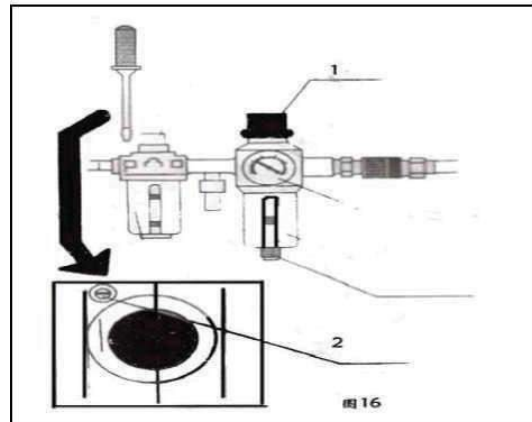

Рис. 4-20
- регулировка давления (рис. 4-20): поднимите кнопку регулировки давления (1), поверните ее по часовой стрелке для увеличения давления, поверните ее против часовой стрелки для понижения давления.
- регулировка подачи масла: отверткой подкручивая винт (2), отрегулируйте подачу масла: при повороте по часовой стрелке подача масла будет уменьшена, при повороте против часовой стрелки подача масла будет увеличена.